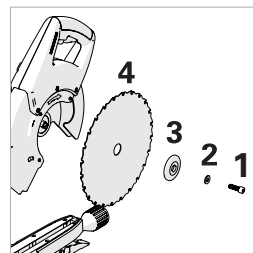

Abb. 41 View of
- Lösen Sie mit dem mitgelieferten Inbusschlüssel die Wellenschraube und entfernen Sie die Unterlegscheibe und den Blattflansch sowie das Blatt von der Welle. **(Abb. 41)**